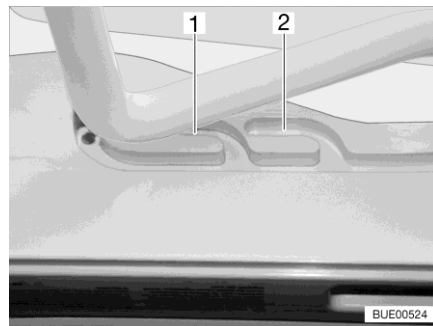
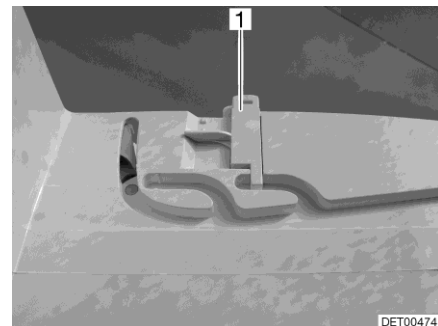

Bild 109 Führung (Lüftungsstellung)
Bild 110 Verriegelung (Lüftungsstellung)
Die Heki-Dachhaube kann in zwei Lüftungsstellungen gebracht werden: Schlechtwetterstellung (Bild 109,1) und Mittelstellung (Bild 109,2). Je nach Modell kann die Dachhaube in der Mittelstellung mit den beiden Riegeln (Bild 110,1) links und rechts am Rahmen der Dachhaube verriegelt werden.
- Den Bügel leicht nach oben drücken und in die gewählte Führung (Bild 109,1 oder 2) schieben und ggf. verriegeln.